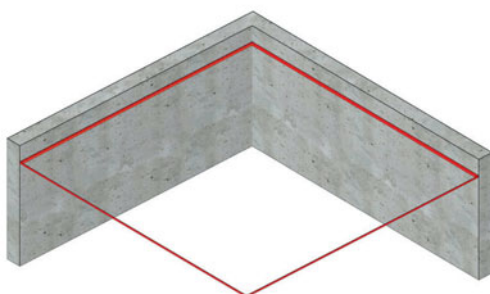

Fig. 1
- La mise en place des attaches mixtes (fig. 1), destinées, à la fixation des fourrures, se fait par rotation quart de tour et repli des deux languettes. Le vissage de celles-ci n'est nécessaire que pour des plafonds inclinés et dans le cas d'un plafond SF.